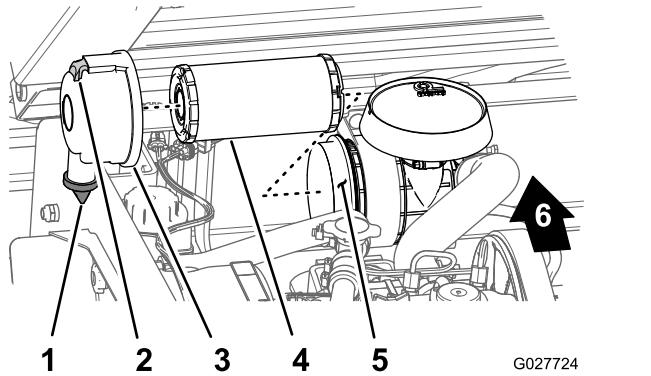

Figura 28
2. Inspeccione la carcasa del filtro de aire en busca de daños que pudieran causar una fuga de aire (Figura 28).
3. Tire hacia fuera del enganche y gire la filtro de aire en sentido antihorario (Figura 28).
5. Retire suavemente el elemento del filtro de aire de la carcasa del filtro de aire (Figura 28) para reducir la cantidad de polvo desplazado.
aproximadamente, visto desde el extremo) como se muestra en la Figura 28.
5. Sujete la tapa a la carcasa con los enganches (Figura 28).
1. Limpie el orificio de expulsión de suciedad situado en la tapa del filtro de aire (Figura 28).
2. Retire la válvula de salida de goma de la cubierta, límpie el hueco y cambie la válvula de salida (Figura 28).
3. Introduzca el elemento del filtro de aire en la carcasa del filtro de aire presionando el borde exterior del elemento para asentarlo en la carcasa del filtro de aire (Figura 28).